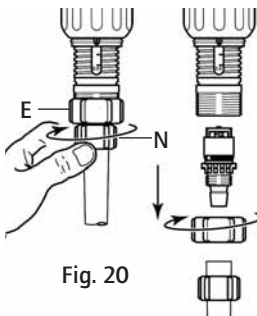

Fig. 20
- Dévisser l'écrou (Fig. 20/21-E) et enlever le tuyau d'aspiration.
- Dévisser et enlever l'écrou noir (Fig. 20/21-N).
- Rincer abondamment à l'eau claire les différentes parties, les remonter dans l'ordre du schéma (Fig.20/21-P) et vérifier que le ressort de rappel est bien actif.